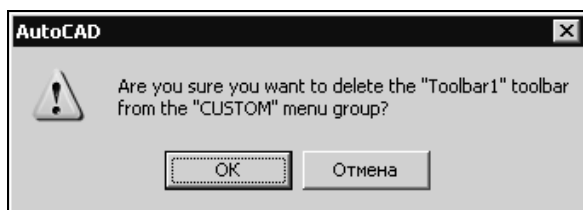

Рис. 4.6. Информационное окно для принятия решения о необходимости удаления панели из списка
- Для удаления панели, выбранной в списке **Toolbars** (Панели), щелкните мышью на кнопке **Delete** (Удалить). Подтвердите необходимость удаления панели в информационном диалоговом окне (рис. 4.6), щелкнув мышью на кнопке **ОК**. Панель будет удалена из списка.